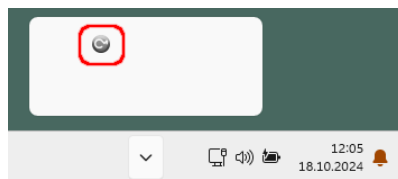

Abb. 1.4.1: System-Tray.
- Starten Sie anschließend das „CodeMeter®-Kontrollzentrum“ auf dem Dongle-Server (siehe CodeMeter®-Icon im System-Tray, rechts unten in der Windows-Taskleiste [Abb. 1.4.1]).